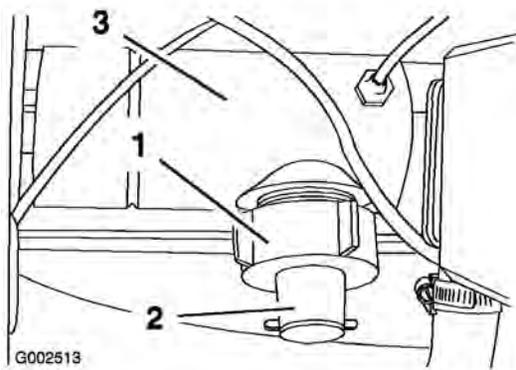

Figura 48
1. Retire la tapa del cuerpo del caudalímetro (Figura 48).